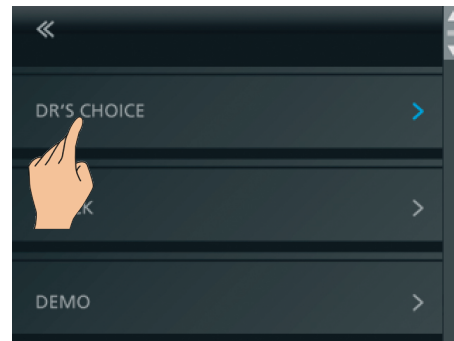

Abb. 21 Auswahl von DR'S CHOICE
- Gehen Sie zum Menü Einstellungen und wählen Sie DR'S CHOICE (Abb. 21).